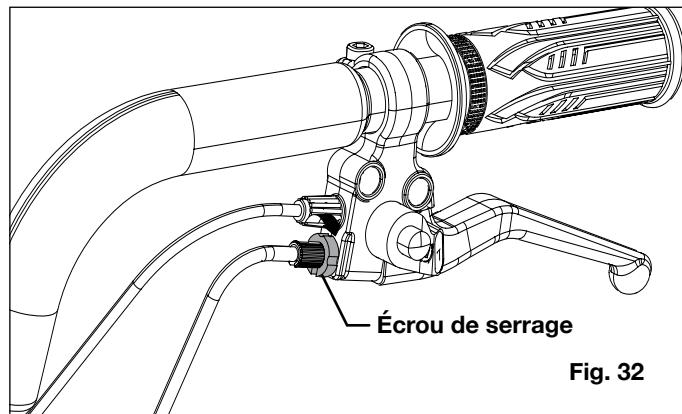

Fig. 32
5. Serrez l'écrou de serrage uniquement en le tournant dans le sens horaire (Fig. 32).